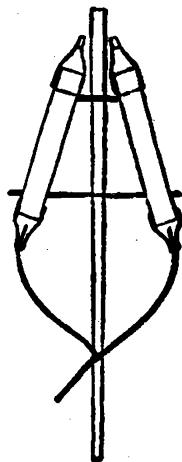

Fig. 28. — Razzo a catena.
*Razzo a catena.* — È composto di due razzi volanti uniti ad angolo sull'istessa bacchetta. Esso sale girando e lasciando dietro una doppia coda di fuoco intrecciata (fig. 28).